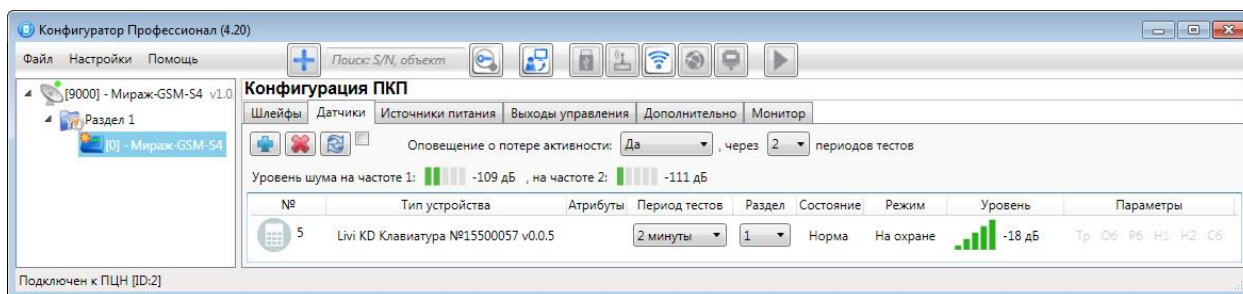

Рисунок 11.3 — Вкладка *Датчики* (основные параметры работы радиоустройств)
В верхней части вкладки *Датчики* (Рисунок 11.3) задаются основные параметры работы радиоустройств Livi.
1. На вкладке *Датчики* нажмите кнопку  (см. рисунок 11.3).